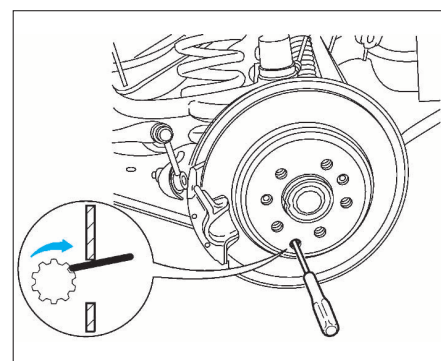

FIG. 19
- Actionner la roue dentée à l'aide d'un tournevis plat jusqu'à obtenir le blocage en rotation du disque (Fig.19).